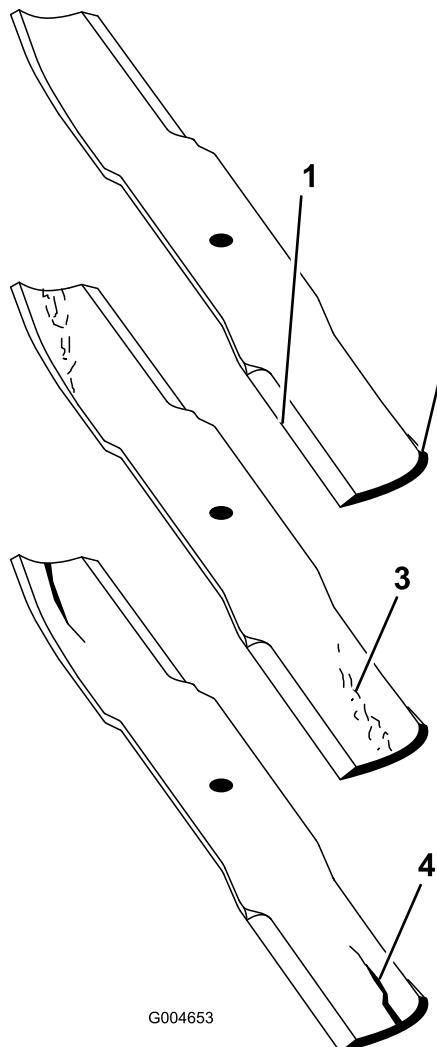

Figure 73
1. Examinez le tranchant des lames (Figure 73). Si les lames ne sont pas tranchantes ou si elles présentent des indentations, enlevez-les et aiguisez-les (voir Aiguisage des lames).
2. Inspectez les lames, surtout la partie relevée (Figure 73). Remplacez immédiatement toute lame endommagée, usée ou qui présente une entaille (Figure 73).